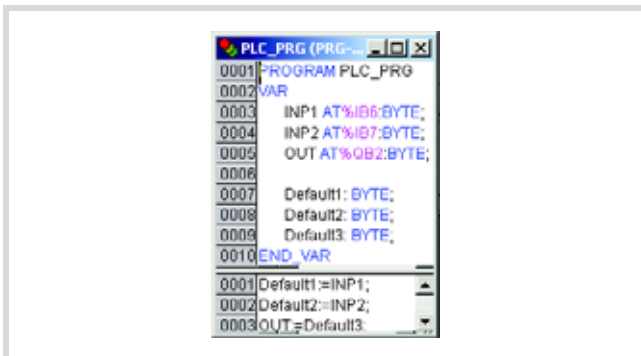

Abbildung 87: Anwenderprogramm für XC200
- Erstellen Sie das Programm nach Abbildung 87.